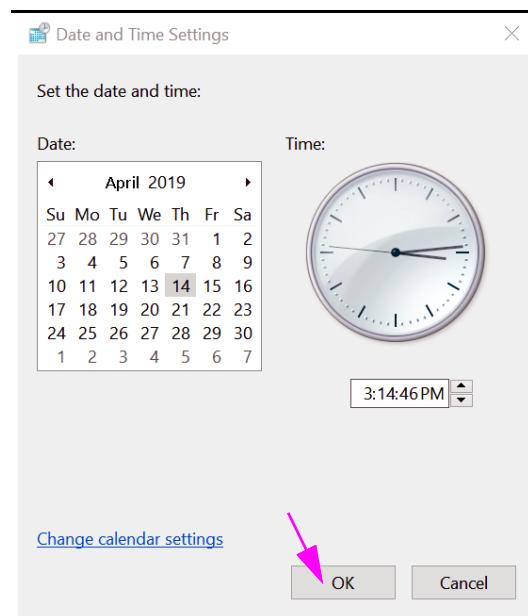

Figura 2-35. Caixa de diálogo Date and Time Settings (Definições de data e hora)
2. Clique no botão **Change Date and Time... (Alterar data e hora...)**. É apresentada a caixa de diálogo Date and Time Settings (Definições de data e hora). Consulte a figura 2-35.